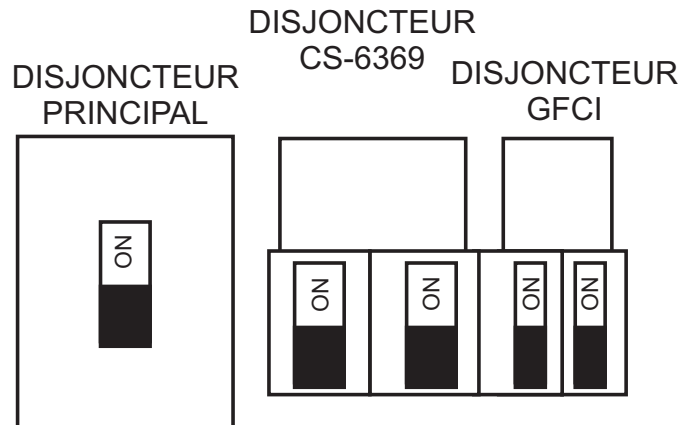

Figure 51. Disjoncteur Principal, Secondaire Et GFCI En Position (ON) (ACTIVÉ)
13. Faites passer les disjoncteurs **GFCI principal et secondaire** en position **ON (ACTIVÉ)** (Figure 51).